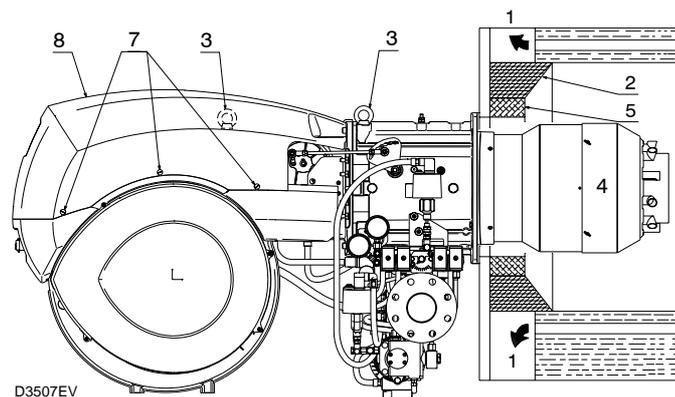

Fig. 12
Per le caldaie con giro dei fumi anteriore 1)(Fig. 12), o con camera ad inversione di fiamma, eseguire una protezione in materiale refrattario 5), tra refrattario caldaia 2) e boccaglio 4).
Per le caldaie con il frontale raffreddato ad acqua non è necessario il rivestimento refrattario 2)-5)(Fig. 12), se non vi è espressa richiesta del costruttore della caldaia.
Predisporre un adeguato sistema di sollevamento agganciandosi agli anelli 3)(Fig. 12).
► Infilare la protezione termica data a corredo sul boccaglio 4)(Fig. 12).